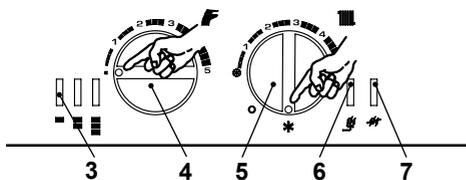
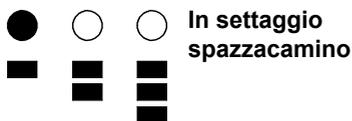

Figura 9.6
Figura 9.7
- Alimentate elettricamente la caldaia azionando l'interruttore bipolare previsto nella installazione; la lampada di segnalazione 3in Figura 9.6 lampeggia ogni 4 secondi.
- Posizionare il selettore 5come indicato in Figura 9.6; la lampada di segnalazione 3lampeggia ad intermittenza circa ogni 2 secondi.
- Tenere premuto il pulsante di ripristino 6 in Figura 9.6 per circa 10 secondi, la lampada di blocco 7 in Figura 9.6 inizierà a lampeggiare.
- Per settare la funzione spazzacamino le spie di segnalazione 3 in Figura 9.6 devono essere visualizzate come in Figura 9.7 (leggenda spie a pag. 34)
- Ripremere il pulsante di ripristino 6 in Figura 9.6 per circa 5 secondi, la lampada di blocco 7 in Figura 9.6 si spegne, mentre le spie di segnalazione 3 in Figura 9.6 lampeggiano in maniera richiesta potenza riscaldamento Figura 9.8